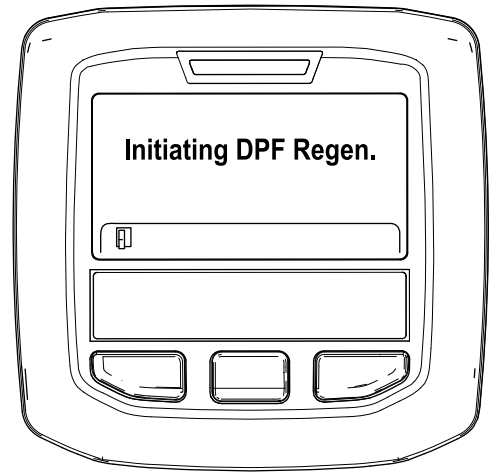

Bild 42
- A. Die Meldung „Initiating DPF Regen.“ wird angezeigt (Bild 42).